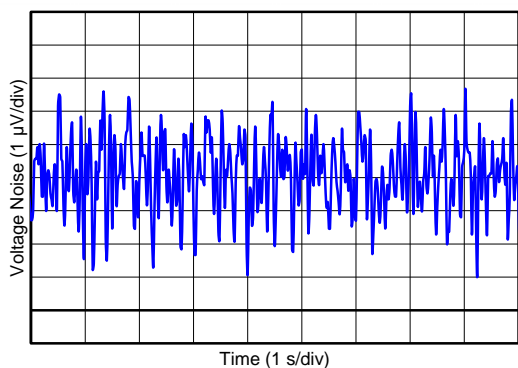

图 11. 0.1-Hz to 10-Hz Input Voltage Noise
0.1-Hz to 10-Hz Input Voltage Noise (5.5 V)	<a href="#">图 11</a>